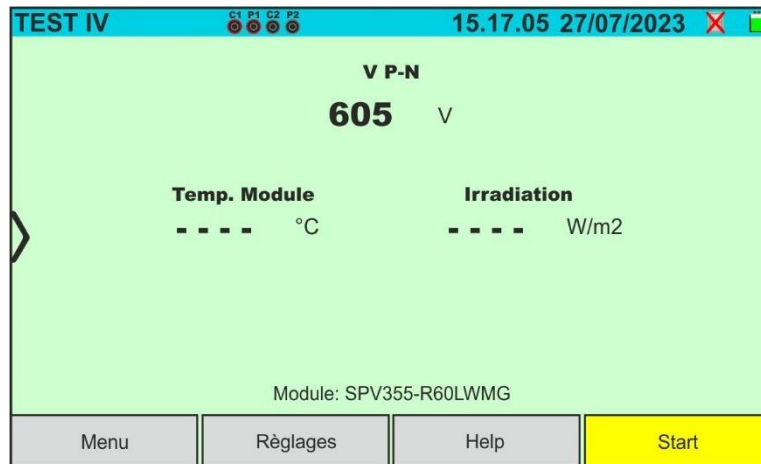

Fig. 35: Écran initial de test I-V sans unité distante sur les modules Monoface
4. Dans le cas de modules **Monoface**, l'écran de la Fig. 35 est présent à l'écran. Les paramètres suivants sont affichés :